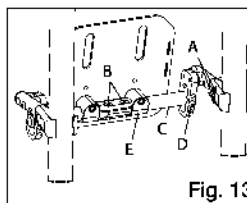

Fig. 13
- Quite ambos tornillos de 6 mm (Fig. 13:A) de cada lado de la abrazadera del chasis del apoyapiés.
- Afloje los dos tornillos de 6 mm (Fig. 13:B) en la abrazadera central.
- Deslice el tubo (Fig. 13:C) sacándolo de la abrazadera central.
- Quite los dos tornillos de 6 mm (Fig. 13:D) del soporte de instalación.
- Deslice el tubo (Fig. 13:D) sacándolo del soporte de instalación.
- Reemplace el tubo (Fig. 13:C) con uno de los nuevos tubos del kit de crecimiento.
- Vuelva a introducir el tornillo de 6 mm (Fig. 13:D) a través del soporte de instalación y el tubo (Fig. 13:C). Vuelva a apretar y repita en el lado opuesto, asegurándose de que se utilicen los mismos agujeros a ambos lados.
- Introduzca el tubo (Fig. 13:C) a través del soporte giratorio (Fig. 13:E) e introduciéndolo en la abrazadera central. Repítalo en el lado opuesto.
- Coloque de nuevo los dos tornillos de 6 mm (Fig. 13:A) en la abrazadera a cada lado.
- Seleccione la posición deseada y vuelva a apretar los dos tornillos de 6 mm (Fig. 13:B) a 80 in/lb.